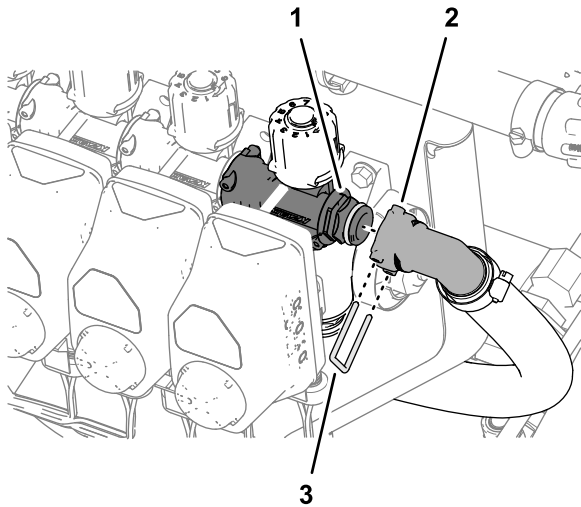

Figure 112
2. Branchez le raccord rapide mâle du flexible de dérivation au raccord rapide femelle de la soupape de dérivation sur la vanne de buse 10 (Figure 112).
3. Fixez les raccords rapides du flexible de dérivation et de la soupape de dérivation avec l'étrier (Figure 112).